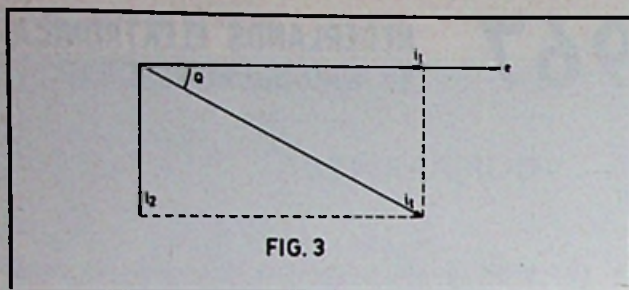

FIG. 3
b. Omdat de beide stromen onderling een faseverschuiving van 90° hebben (zie fig. 3), is de totale stroom: